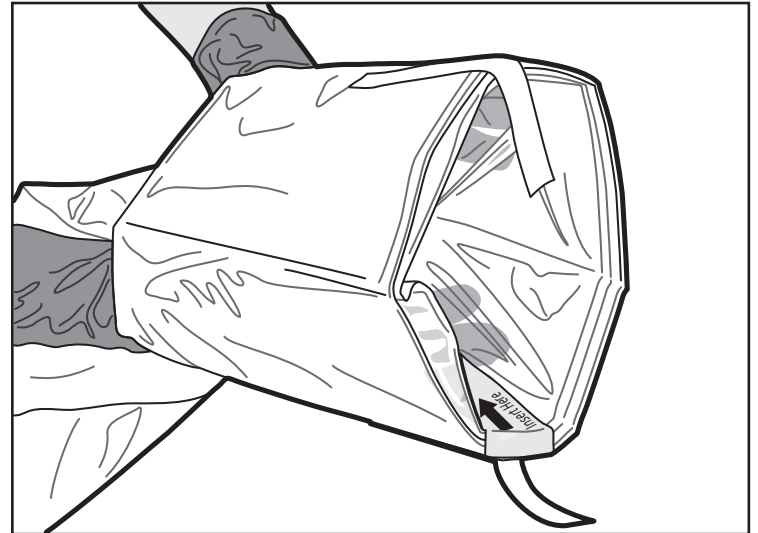

Abbildung 3. Öffnen des Beutels
4. Die sterile Person reicht in die innersten Falten des Beutels und öffnet den Beutel zur Platzierung über die MDU5 PLUS Motorantriebseinheit durch die nicht sterile Person. Durch den Aufkleber „Insert Here“ (Hier einführen) ist die Öffnung des Beutels leicht zu finden (Abbildung 3).